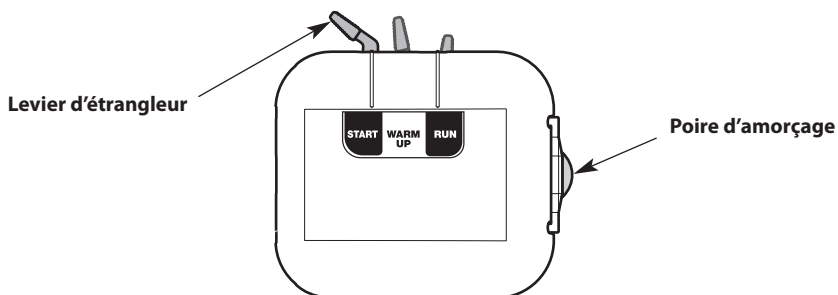

Fig. 4
1. Appuyez lentement et relâchez la poire d'amorçage à **10 reprises** (Fig. 4). Si aucune quantité de carburant n'apparaît dans la poire d'amorçage, appuyez et relâchez la poire jusqu'à l'apparition de carburant.
2. Déplacez le levier de l'étrangleur en position de démarrage (**START**) (Fig. 4).
6. Déplacez le levier de l'étrangleur en position de réchauffement (**WARM UP**) (Fig. 4).
9. Déplacez le levier de l'étrangleur en position de marche (**RUN**) (Fig. 4). Laissez le moteur se réchauffer pendant 60 secondes de plus. L'appareil peut être utilisé pendant ce laps de temps.